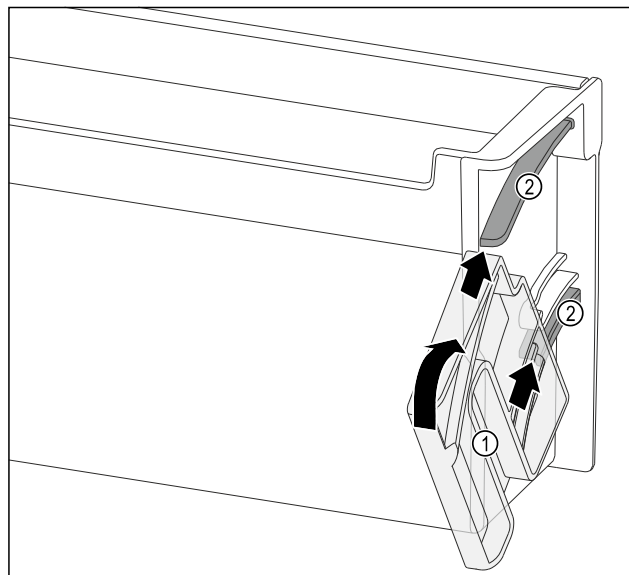

Fig. 114
- Draai-eenheid Fig. 114 (1) zo positioneren dat de uitsparingen exact tegenover de geleidingskanalen Fig. 114 (2) van het deurrek liggen.
- Draai-eenheid Fig. 114 (1) in de aangegeven richting draaien.